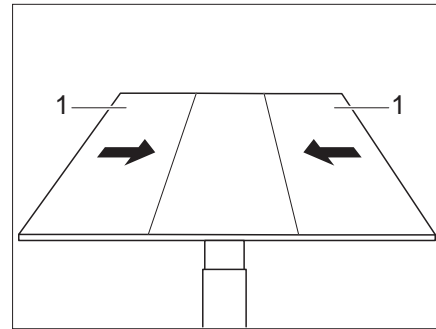

Bild 97 Seitenteile auf Mittelteil schieben
- Die Außenteile (Bild 97,1) des Tisches auf das Mittelteil schieben.